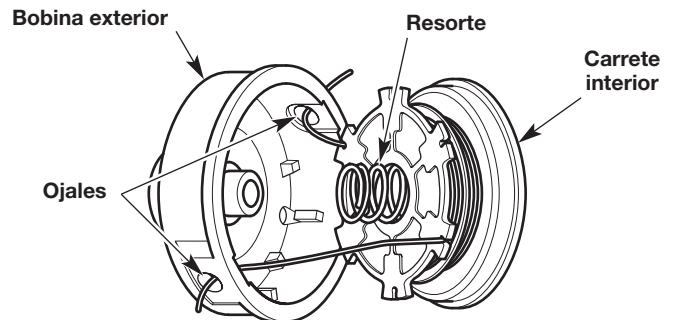

Fig. 22
1. Pase los extremos de los hilos a través de los ojales de la bobina exterior (Fig. 22).
2. Coloque el resorte dentro del carrete interior (Fig. 22).
3. Inserte el carrete interior dentro de la bobina exterior (Fig. 22). Oprima el carrete interior y la bobina exterior uno contra otro.